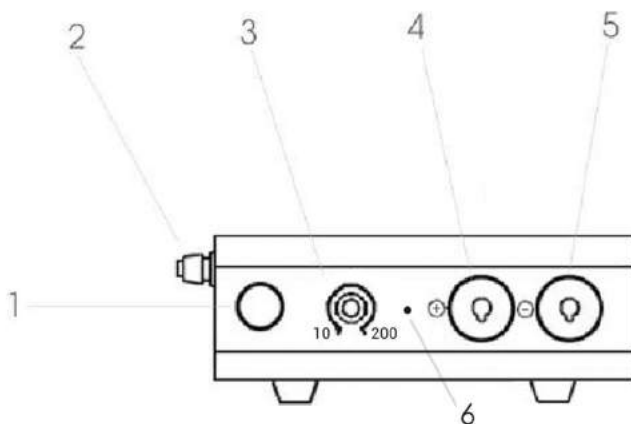

Рисунок 1. "Rezonver Pride", расположение органов управления индикации и силовых разъемов.
Если выключатель 1 (рис. 1) включен, выключите его. Подсоедините вилку сетевого кабеля аппарата (рис.1) к розетке.
Инвертор оснащен быстросъемными разъемами 4, 5 (рис. 1) для подключения сварочных кабелей. Прежде всего, выберите правильную полярность подсоединения для используемого типа электрода, она может быть прямой (плюс «+» на изделии, минус «-» на электроде) или обратной, т.е. наоборот. Для этого используйте информацию, прилагаемую к электроду.
Индикатор режима 6 (рис. 1) показывает, в каком состоянии находится аппарат.
Выключателем 1 (рис.1) включите аппарат. Вы услышите характерный шум работающего вентилятора.
4. Постоянно следить за чистотой контактов разъемов «4», и «5» (рис. 1).